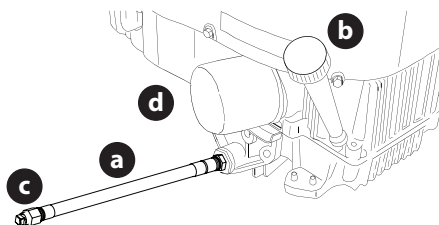

Figura 35
- Ubique la manguera de drenaje de aceite (a) en el costado del motor (Figura 35).
- Para recoger el aceite usado, coloque un recipiente adecuado para recolectar el aceite, con al menos una capacidad de 2.5 cuartos (2.37 litros), debajo de la abertura del tubo de drenaje de aceite. Retire el tapón de llenado de aceite/la varilla de nivel de aceite (b) del tubo de llenado (Figura 35).
- Mientras sostiene el extremo libre de la manguera de drenaje de aceite sobre el recipiente de recolección de aceite, desenrosque el tapón con cabeza cuadrada de la manguera (c) del extremo de la manguera de drenaje de aceite (Figura 35). Drene el aceite del motor dentro del recipiente recolector.
- Extraiga el filtro de aceite (d) y drene en el recipiente recolector (Figura 35).
- Vuelva a colocar el filtro de aceite (d) y cargue el motor con aceite nuevo según las instrucciones del Manual del operador del motor (Figura 35).